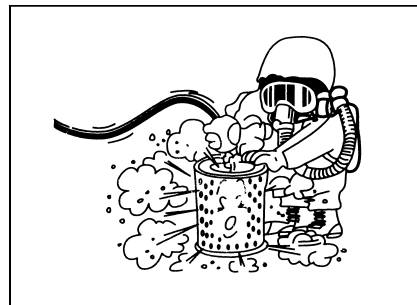

Рис.2-12
- При продувке фильтроэлемента сжатым воздухом, необходимо надеть защитную одежду и очки. (Рис. 2-12)